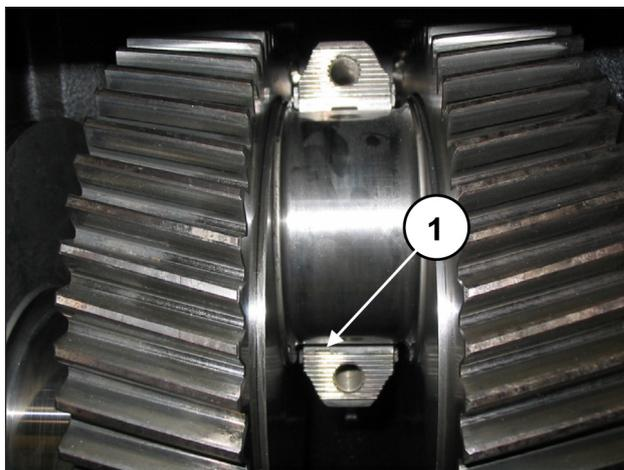

Fig. 81
**Per un corretto montaggio dei semicuscinetti assicurarsi che la linguetta di riferimento dei semicuscinetti venga posizionata nell'apposito alloggiamento sulla semibiella (pos. ①, Fig. 81).**